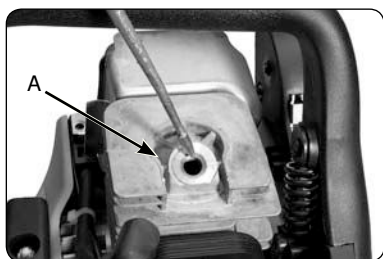

Рис. 16
4. Извлеките фильтр (A) из резервуара (Рис. 16).